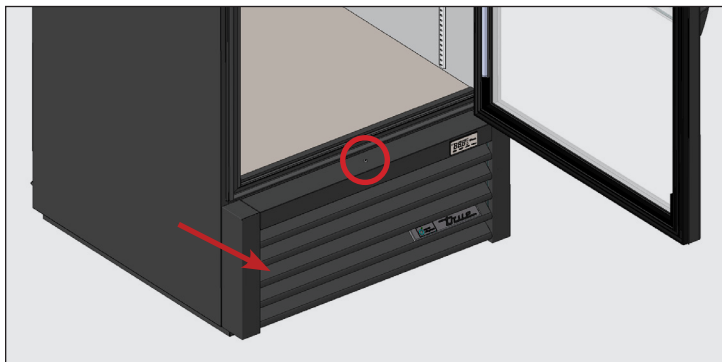

Fig. 1. Ubicación de los tornillos de la rejilla frontal. Retire cuidadosamente la rejilla.
2. Retire la rejilla de lamas frontal del aparato. Véase la fig. 1